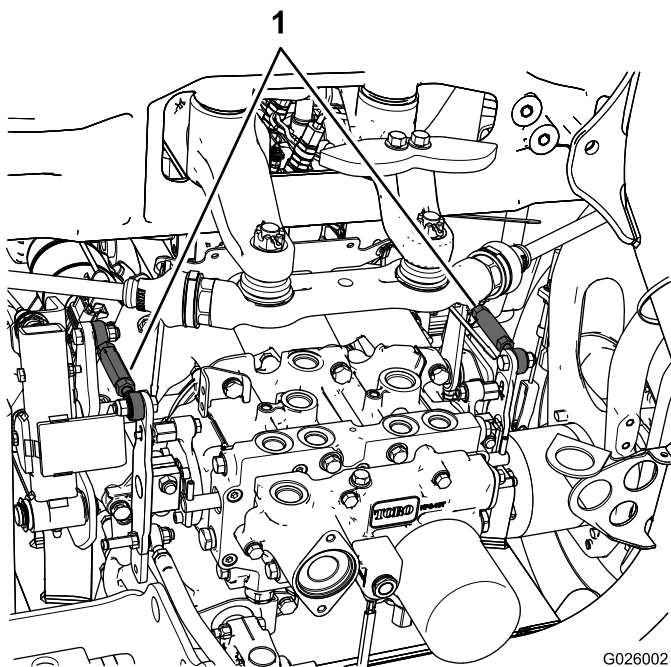

Bild 47
- Wenn sich der linke Hinterreifen dreht, lockern Sie die Klemmmuttern auf der linken Seite der Getriebeschaltstange (Bild 47).